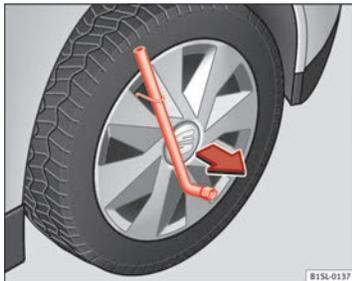

Abb. 134 Radvollblende abziehen.
- Radschlüssel durch den Drahtbügel schieben ⇒ Abb. 134 und die Radvollblende in Pfeilrichtung abziehen.